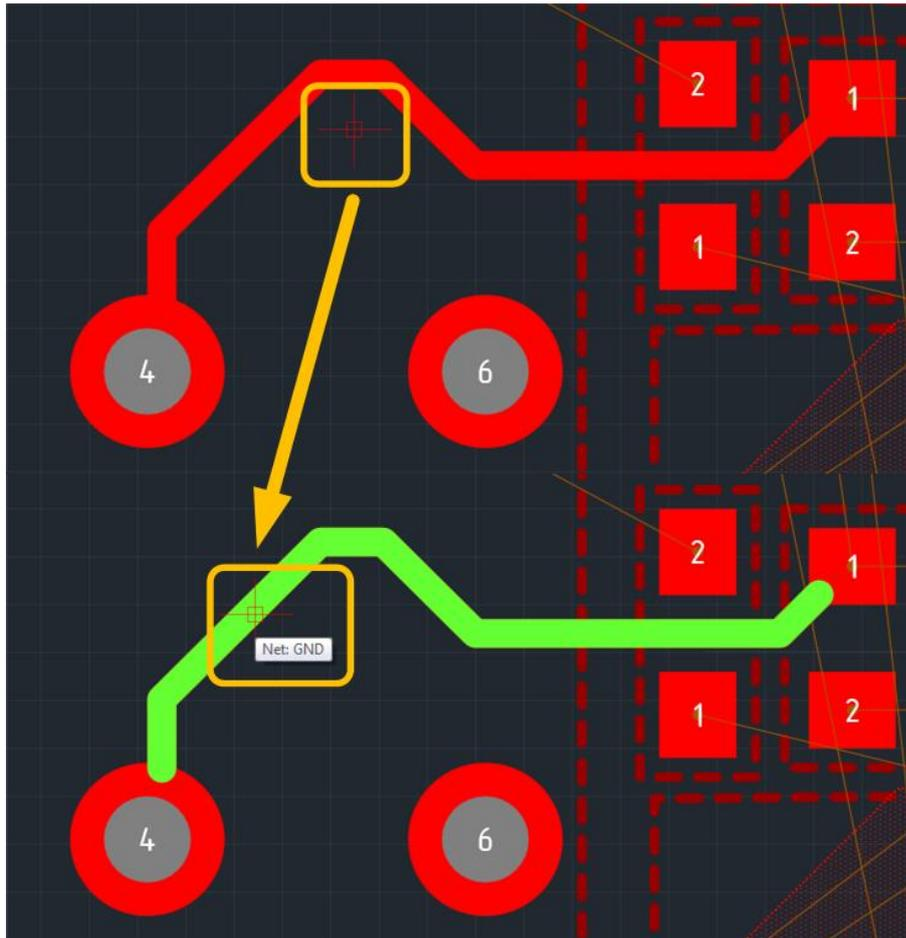

Рис. 60. Подсветка трека под курсором
1. Активировать инструмент «Выбрать» и навести курсор на трек, см. Рис. 60. Трек будет подсвечен, а рядом с курсором отобразится имя цепи. Инструмент «Выбрать» активен, если не выбран другой инструмент.